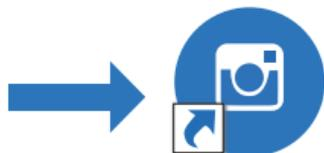

Figura 7
2.4 Fare clic su "Install" per avviare l'installazione e immettere il processo di installazione. Non fare clic su "Annulla" per uscire (Figura 7). Quando l'icona S-EYE appare sul desktop, l'installazione del programma è completa. Come mostrato